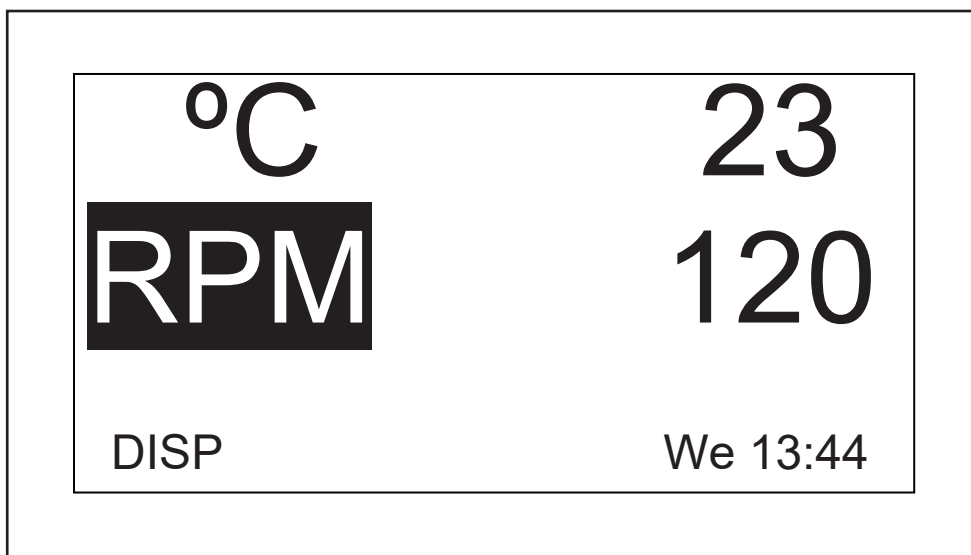

Fig. 9-1: Alterar parâmetro de indicação
1. Usando o botão de comando, realce o parâmetro que pretende substituir. Para este exemplo, substituiremos RPM (aqui Fig. 9-1 na pág. 50).